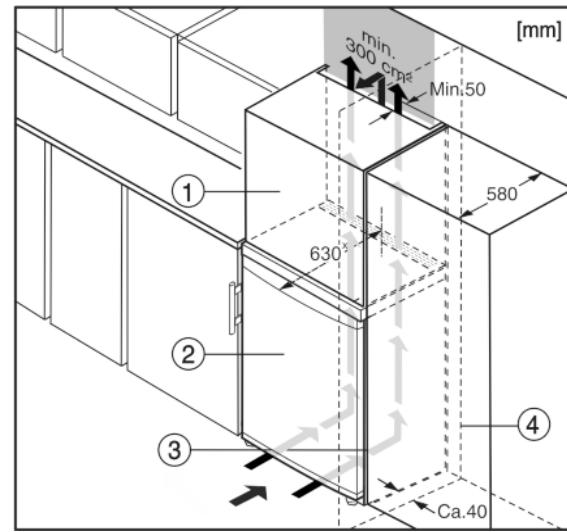

Fig. 6
(1) Nadstavná skrinka*
(2) Zariadenie*
(3) Kuchynská skriňa*
(4) Stena*
Zariadenie môže byť zabudované medzi kuchynskými skriňami. Aby sa zariadenie Fig. 6 (2) prispôsobilo výške kuchynskej linky, môže sa nad zariadením umiestniť nadstavná skrinka Fig. 6 (1).
Pri vstavaní s kuchynskými skriňami (hĺbka max. 580 mm) je možné zariadenie inštalovať priamo vedľa kuchynskej skrine Fig. 6 (3). Zariadenie vyčnieva nabok 34 mm a v strede zariadenia 50 mm oproti prednej časti kuchynskej skrine.
Ak je zariadenie umiestnené so závesmi vedľa steny Fig. 6 (4), musí vzdialenosť medzi zariadením a stenou činiť minimálne 40 mm. To zodpovedá presahu držadla pri otvorených dverach.*